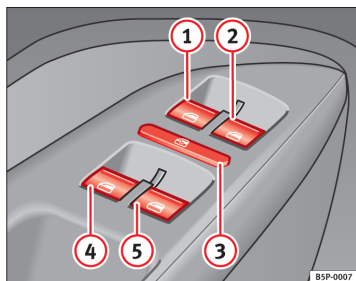

Fig. 67 Udsnit af førerdøren: kontakter til de forreste og bageste elruder
Kontakterne ⇒ Fig. 67 ① og ② har to trin til åbning og to til lukning af ruden. Derved bliver det lettere at styre åbningen og lukningen.